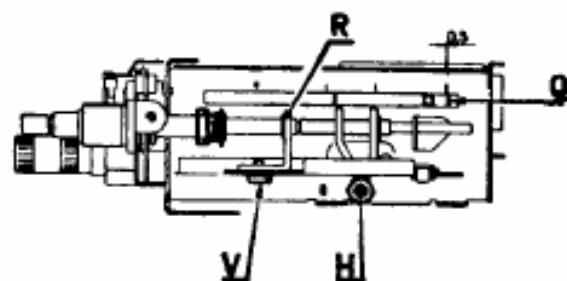

Fig. 3.
## REGOLAZIONE VENTOLA. — La regolazione si effettua solamente agendo sulla vite H (fig. 3).
## REGOLAZIONE CORSA DEL CARRELLO. — Tale regolazione si effettua sulla vite V (fig. 3).
- 3) Spostare opportunamente avanti o indietro la squadretta R (fig. 3) fino a che la guida posteriore del carrello Q si trovi alla distanza indicata dalla fig. 3.